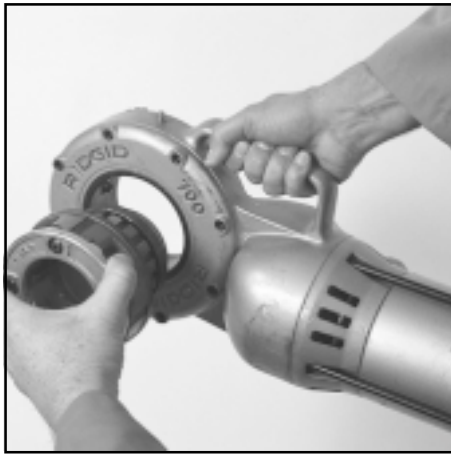
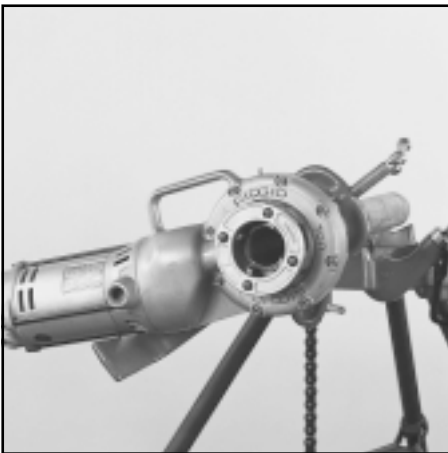
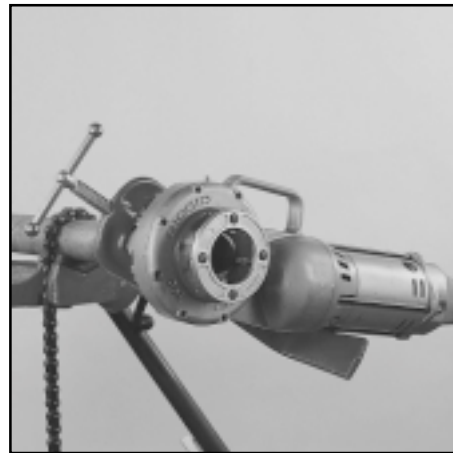

Fig. 1
Fig. 2a
Fig. 2b
- 1/8" - 2" RIDGID 12-R skærehoveder passer i RIDGID 700 rørdrev uden brug af adaptor. Skærehovedet skubbes simpelthen ind i overfladegæaret, indtil fjederen griber fast (Se fig. 1). Check at palen er helt i indgreb ved at dreje skærehovedet m/hånden. For højrehånds gevind ses isætning på fig. 2a. For venstrehånds gevind se fig. 2b. Læg mærke til frem/tilbage kontakten, som bruges til at trække skærehovedet tilbage med, når gevindet er færdigt. Se fig. 2c.